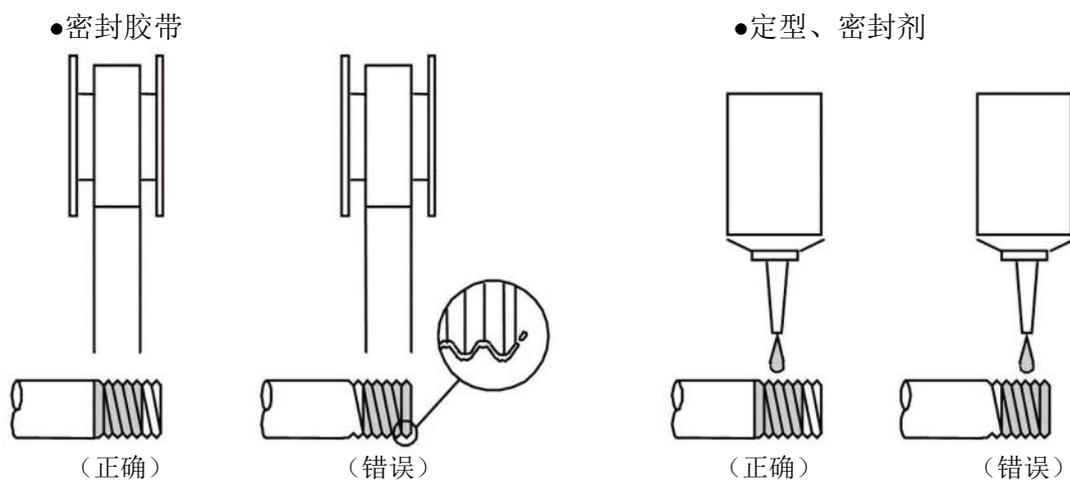

图 1
- 3) 连接管道时请使用密封胶带或者密封剂，进行密封。添加密封胶带或者密封剂时要在螺丝前端留 2 个螺距以上。如果超出螺丝的端部，在拧入螺丝的过程中，密封胶带被切断的部分或者残留的密封剂将会混入管道内部，造成故障。（如图 1 所示）